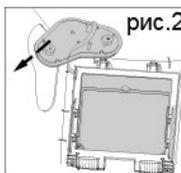

рис.2
рис.2а
рис.2с
- Осторожно вставьте наружную часть корпуса внешнего управления через боковое отверстие маски (см рис.2). Затем установите его в маску правильно (см рис.2а).
- Закрепите внутреннюю часть управления семи винтами (см рис.2с).